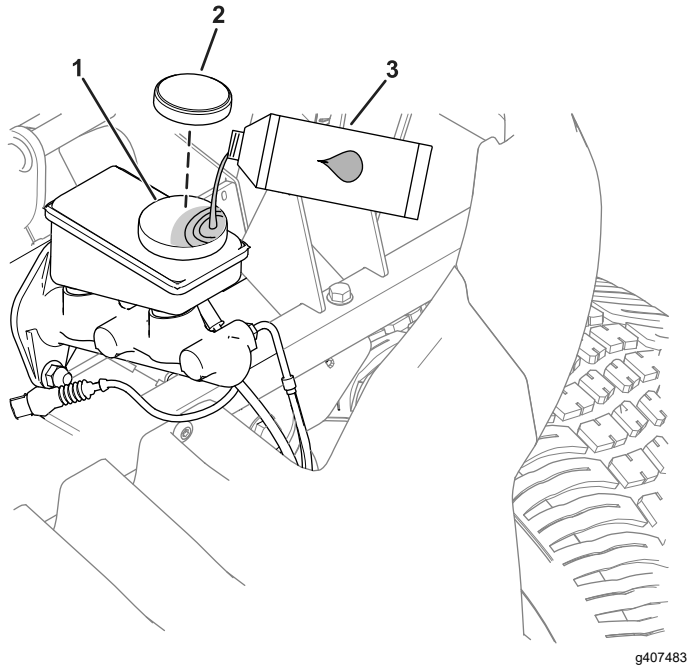

Bild 53
1. Entfernen Sie die Motorhaube, um an den Hauptbremszylinder und den Behälter zu gelangen (Bild 53).
- A. Reinigen Sie den Bereich um den Behälterdeckel und nehmen den Deckel ab (Bild 53).
- C. Schrauben Sie den Behälterdeckel wieder auf (Bild 53).